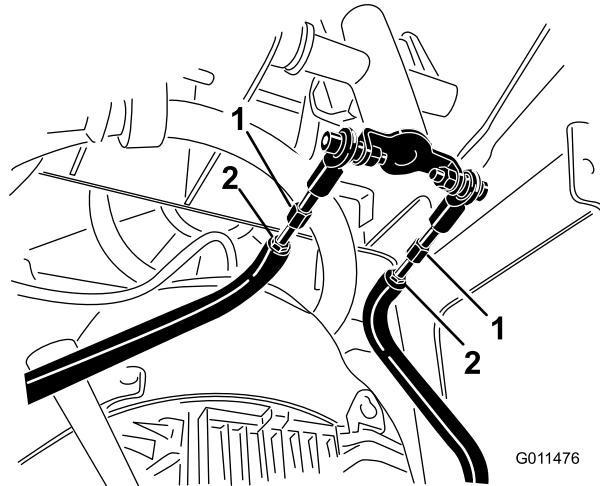

Bild 56
- D. Lösen Sie die Klemmmuttern an den Zugstangen unter dem Bedienfeld (Bild 56).